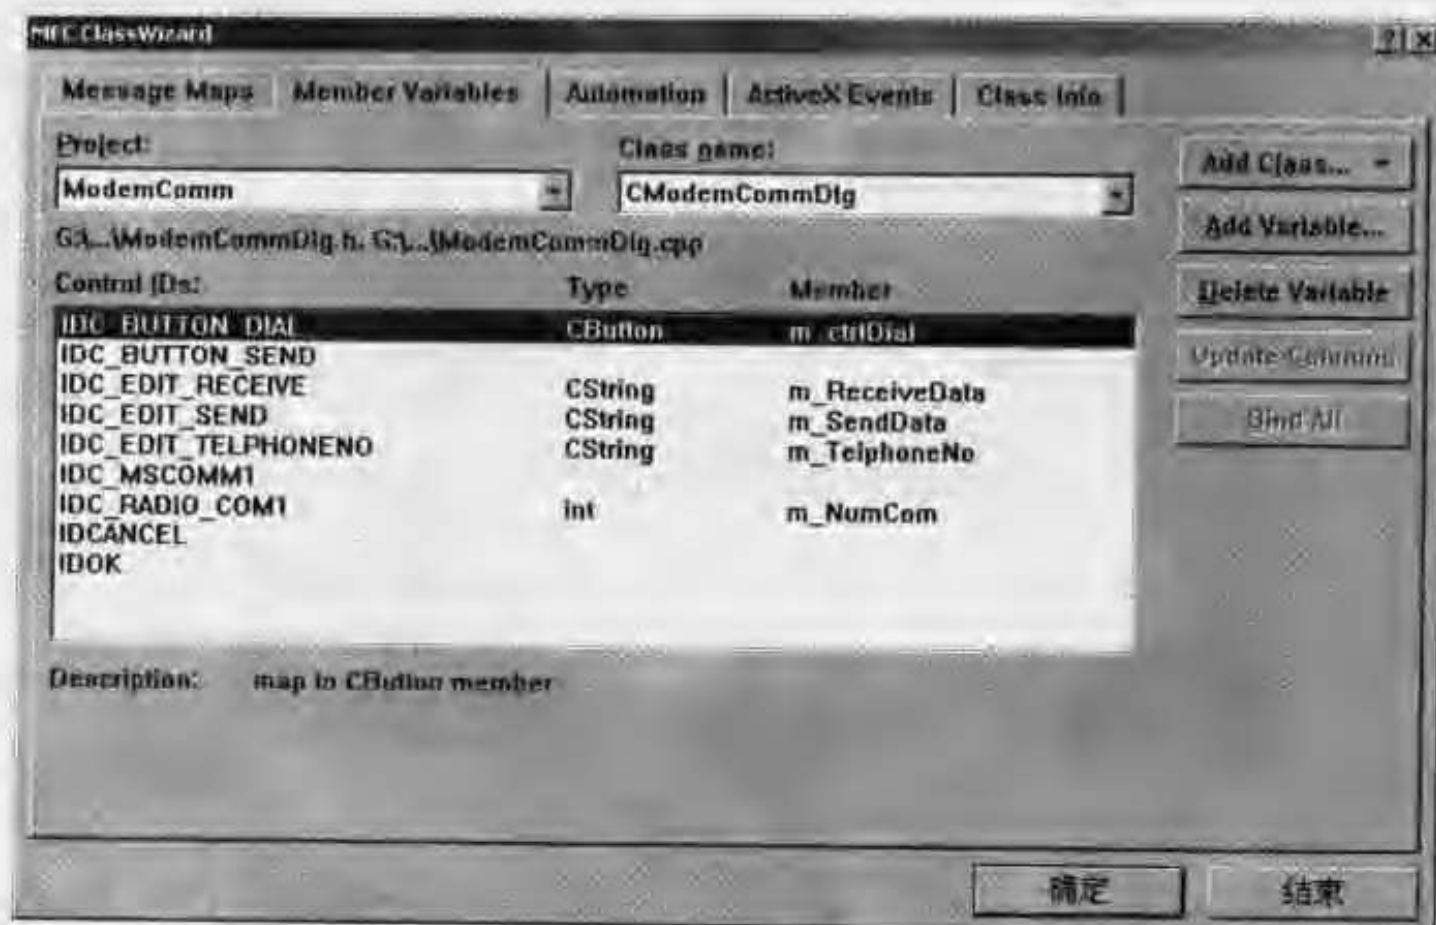

图 3.5.4 添加成员变量
(4) 单击菜单查看—建立类向导打开 MFC ClassWizard 对话框, 单击 Member Variables 标签, 按图 3.5.4 所示内容添加相应的成员变量